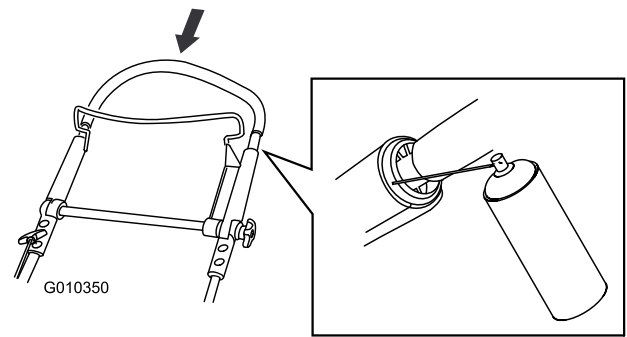

Bild 43
2. Drücken Sie den oberen Bügel ganz nach unten und sprühen Sie die innere Kunststoffoberfläche des äußeren Bügel ein (Bild 43).